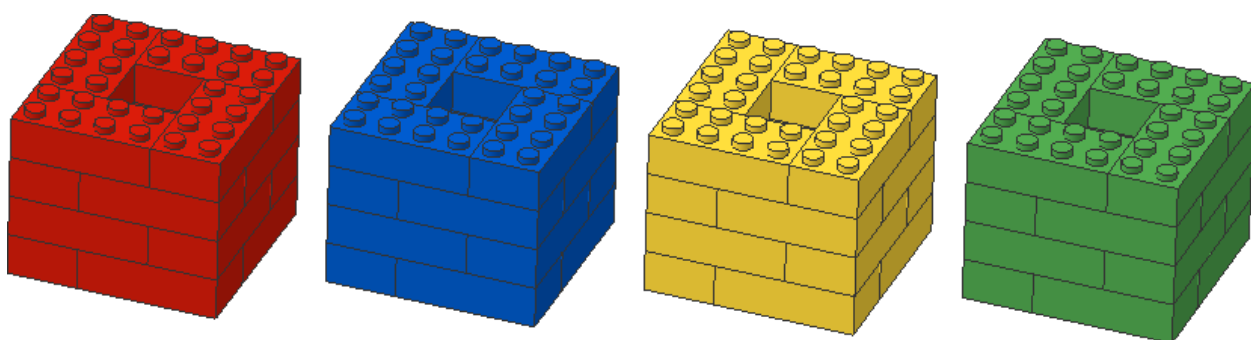
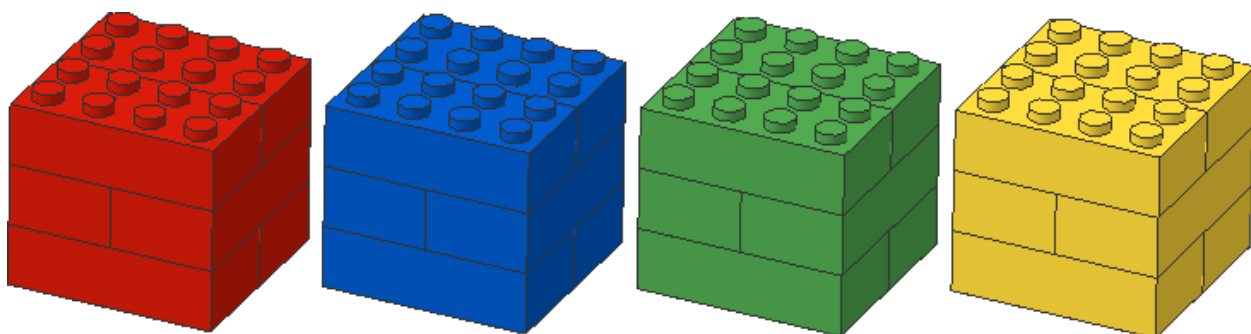

Рис. 2. Большие блоки
Рис. 3. Маленькие блоки
- 1.2 Существует восемь видов блоков перерабатываемых отходов (LEGO-блоки): большой красный блок, большой синий блок, большой желтый блок, большой зеленый блок (см. рис. 2), маленький красный блок, маленький синий блок, маленький желтый блок и маленький зеленый блок (см. рис. 3).